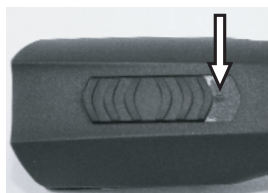

Fig. 4 Interrupteur position arrêt (« 0 »)
1. Examinez les contacts de la tondeuse (1) et de la batterie (2) sur des corps étrangers et des saletés.
2. Assurez-vous que l'interrupteur de la tondeuse est en position arrêt (« 0 ») (fig.4).
1. Mettez l'interrupteur à la position arrêt « 0 » (fig. 4).
2. Appuyez le verrouillage de la batterie (2) des deux côtés vers l'intérieur et enlevez la batterie (1) de la tondeuse.
3. Insérez la batterie chargée (1) dans la tondeuse (2) jusqu'au verrouillage de la batterie des deux côtés.